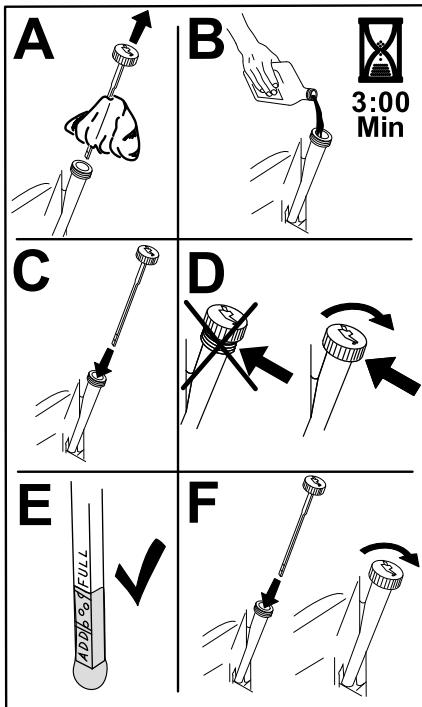

Bild 47
6. Gießen Sie langsam ungefähr 80 % der angegebenen Ölsorte in den Einfüllstutzen und füllen Sie dann vorsichtig mehr Öl ein, um den Ölstand an die Voll-Markierung zu bringen (Bild 47).